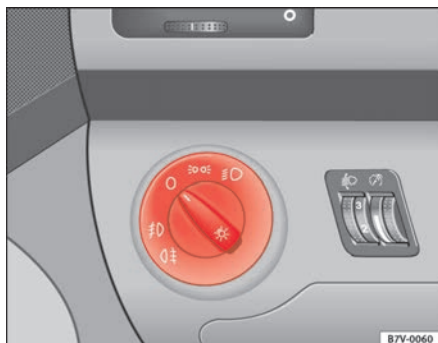

Abb. 70 Ausschnitt aus der Instrumententafel: Schalter für die Leuchten, Nebelscheinwerfer und Nebelschlussleuchte
- Drehen Sie den Lichtschalter ⇒ Abb. 70 in Stellung ☀️ ⇒ ⚠️.
- Drehen Sie den Lichtschalter in Stellung  ⇒ Seite 111, Abb. 70.
- Drücken Sie den Hebel nach vorne ③, um das Fernlicht einzuschalten.